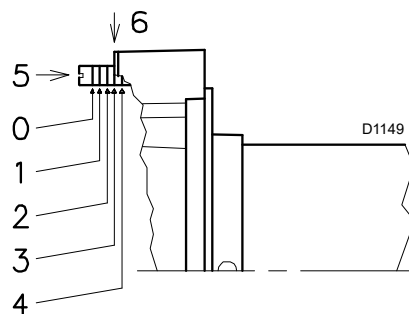

Рис. 18
- Поверните винт 5) (Рис. 18) до совмещения указанной на графике метки (Рис. 19) с передней плоскостью фланца 6) (Рис. 18).
- Из графика (Рис. 19) следует, что для этого расхода необходимо установить головку сгорания на метку 4, как показано на Рис. 18.